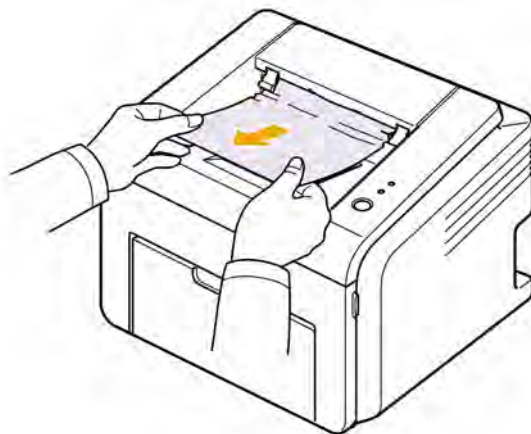

Рисунок 1
2. Аккуратно вытяните лист застрявшей бумаги из выходного лотка, рисунок 1.